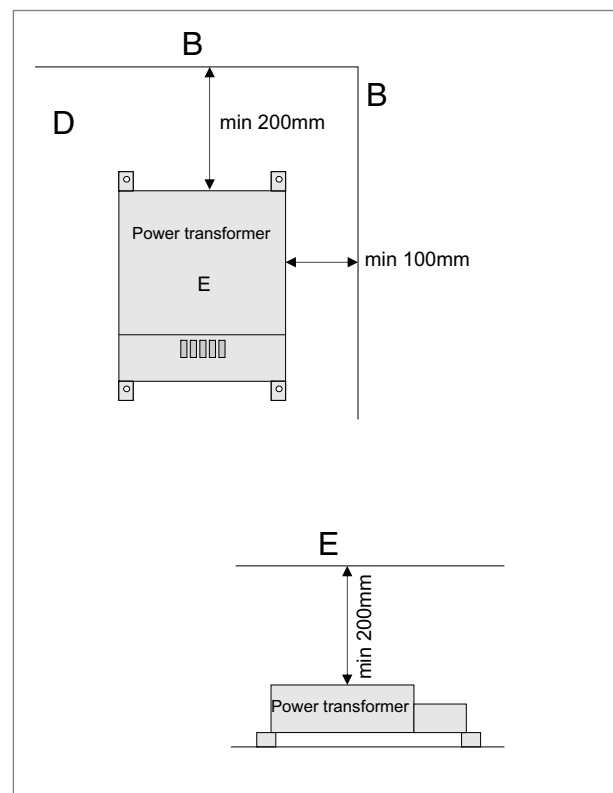

Afb. 2
Een defecte zekering duidt doorgaans op kortsluiting of een overbelasting aan de 12V-uitgang. Dit wordt gesignaleerd door een rode LED naast de zekering (zie afb. 2), wanneer een gebruiker is aangesloten.
Schakel voor het vervangen van de zekering de AC/DC-omvormer uit, of scheidt het apparaat van de 230V AC-voeding. Vervang een defecte zekering alleen door een nieuwe zekering van het type ATO type LITTLEFUSE. Schakel de eenheid weer in (zie afb. 2). Neem contact op met een Dometic servicepartner, wanneer de zekering er opnieuw uitspringt.
- Installeer de AC/DC-omvormer op een goed geventileerde en tegen vocht beschermde plek. Om een optimale warmteafvoer te realiseren, moet het apparaat verticaal (zie afb. 2) worden gemonteerd.
De optimale montage van de AC/DC-omvormer is in verticale positie (afb. 2). De maximale omgevingstemperatuur mag 50°C bedragen.